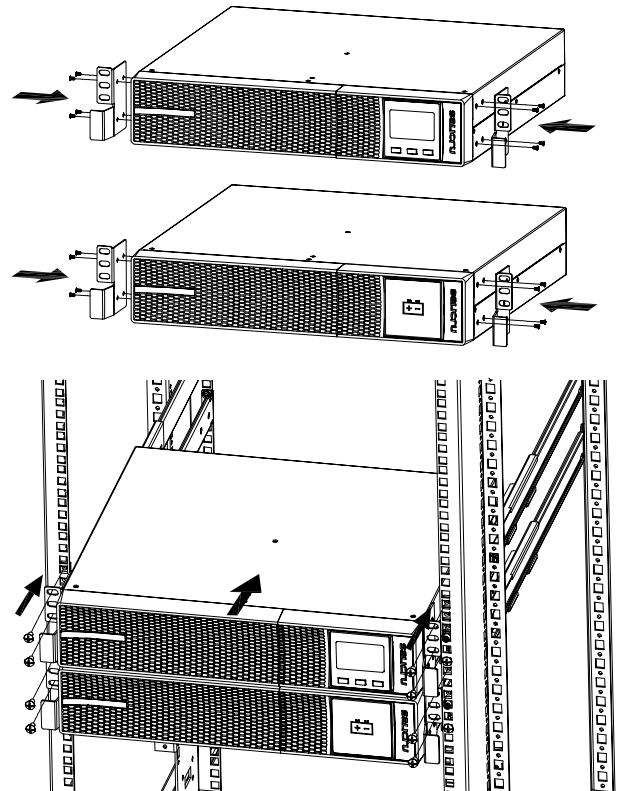

Fig. 9. Modèle en montage rack en armoire 19", avec extension autonomie (module de batteries).
- Pour installer un équipement et son module de batteries en armoire rack de 19", procédez de la manière suivante (voir Fig. 9) :